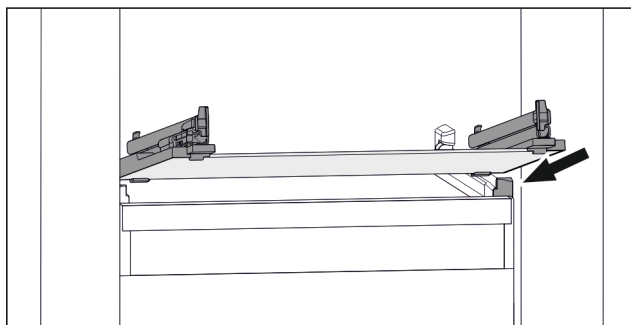

Fig. 51 Exempel på glashylla
- ▶ Sätt på glashylla i vinkel bakom stoppklackarna. (se Fig. 51)